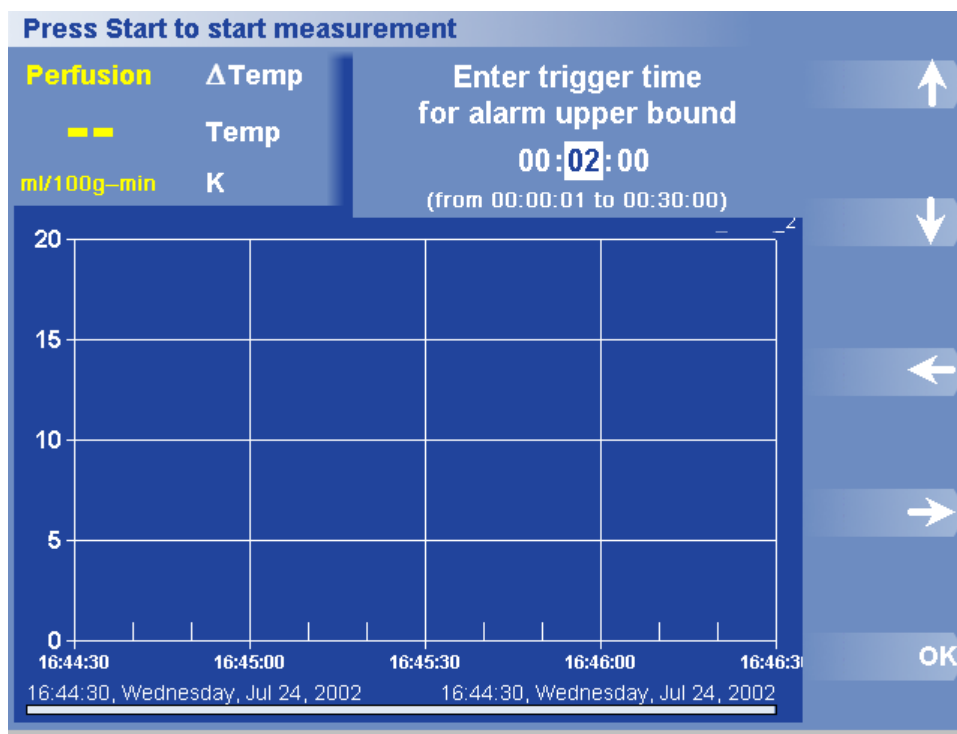

図 27 上限トリガー時間ダイアログボックスおよびメニュー
2. Trigger Time (トリガー時間) を押します。トリガー時間ダイアログボックスが表示されます (図 27)。